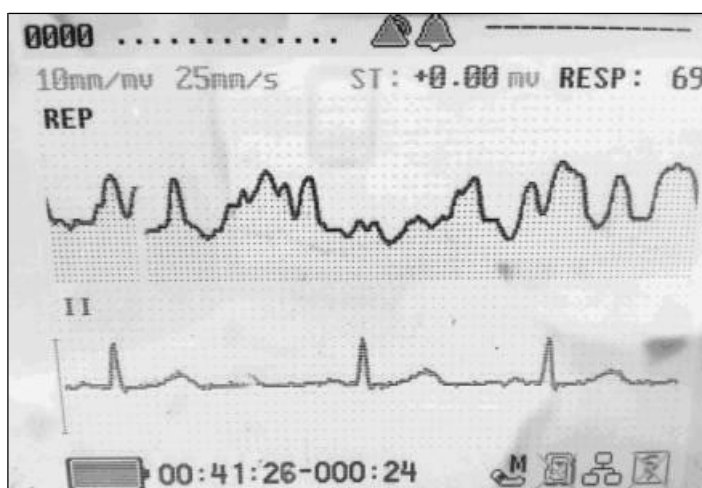

Figure 6.5
- Si l'une des ondes du canal « I / II / III / aVR / aVL / aVF / V » d'ECG est définie dans le WAVE WIN -2, vous pouvez afficher l'onde ECG dans la zone inférieure de la fenêtre en appuyant sur  deux fois, comme indiqué dans la figure 6.5.
Dans la figure 6.5, la configuration de l'ECG est la suivante:
L'onde RESP et les données de paramètre peuvent se référer à la figure 6.5.